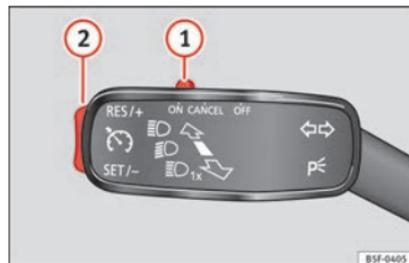

Abb. 188 Blinker- und Fernlichthebel: Schalter der Geschwindigkeitsregelanlage
- Drücken Sie den Schalter **1** »» **Abb. 188** in die Position **ON**.
- Drücken Sie die Wipptaste ② »» Abb. 188 »» Seite 188 in die Position RES.
- Sie können die gespeicherte Geschwindigkeit durch Drücken der Wipptaste ② »» Abb. 188 »» Seite 188 in die Position SET verringern.
- Wenn Sie die Wippe bei einer Geschwindigkeit von weniger als 30 km/h (19 mph) loslassen, wird die Geschwindigkeit nicht gespeichert und der Speicher wird gelöscht. Die Geschwindigkeit muss nach einer Geschwindigkeitserhöhung auf über 30 km/h (19 mph) erneut durch Drücken der Wipptaste ② in Position SET gespeichert werden.
Die Geschwindigkeitsregelung **schaltet sich vorübergehend ab**, wenn Sie den Schalter ① »» Abb. 188 »» Seite 188 in die Position CAN-CEL drücken oder das Brems- bzw. Kupplungspedal betätigen.
- Drücken Sie den Schalter ① »» Abb. 188 »» Seite 188 in die Position OFF.